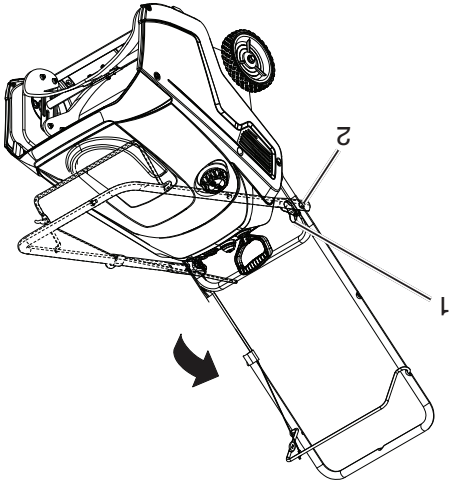

Figure 2
1. Desserer les deux boutons de la poignée et les retirer jusqu'à ce que vous puissiez déplacer la poignée librement et la tourner en position de fonctionnement (Figure 2).